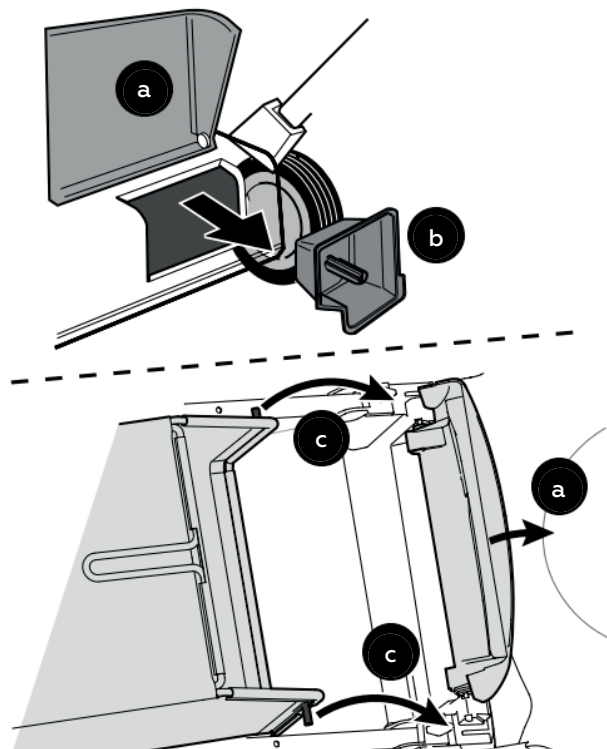

Рис. 13
2. Для установки травосборника необходимо сделать следующее (рис. 13):